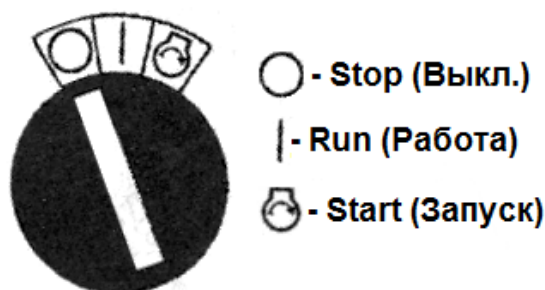

Рис.11 Замок зажигания (электростартер). Ключ в положении "O" ("Stop" – "Выкл.")
11. При работе с фрезами-культиваторами необходимо установить закрывки (рис.11).
Установите ключ в замок зажигания. Ключ в замке зажигания должен быть установлен в положение " I " ("RUN" – "Работа") (рис.11).
Вставьте ключ в замок зажигания и поверните его в направлении " I " ("RUN" – "Работа") . Двигатель заводится при последующем повороте ключа вправо (в положение "Start" – "Запуск"). После запуска отпустить ключ зажигания, он вернется в положение " I " ("RUN" – "Работа") (рис.11).